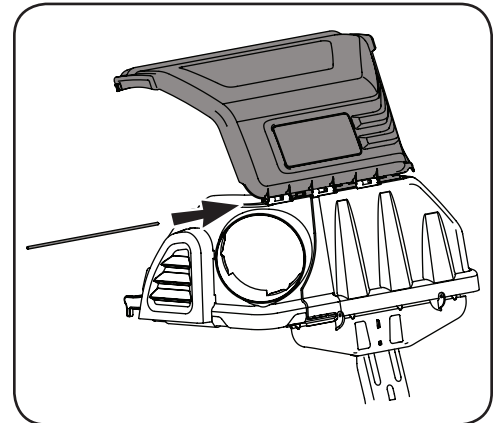

Figure 4-12
- Inclinez le support de la goulotte supérieure légèrement vers l'avant et faites enclencher la partie avant du support sur le support des sacs collecteurs. Voir Figure 4-12 (1). Placez l'attache derrière la patte.
- Faites enclencher le support de la goulotte supérieure sur le support de sacs collecteurs en prenant soin d'aligner le bord de l'élément de fixation avec la ligne rouge. Voir Figure 4-12 (2).
- Faites aligner les encoches du couvercle supérieur du bac récupérateur avec les encoches à l'avant du support de la goulotte supérieure. Insérez la tige de charnière dans les fentes du côté droit du support de la goulotte supérieure. Voir Figure 4-12. Poussez la tige de charnière jusqu'au bout.